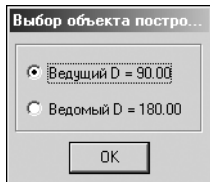

Рис. 4.62.
4. После выполнения расчетов на экране появится окно, в котором необходимо выбрать для дальнейшей работы один из шкивов (рис. 4.62).